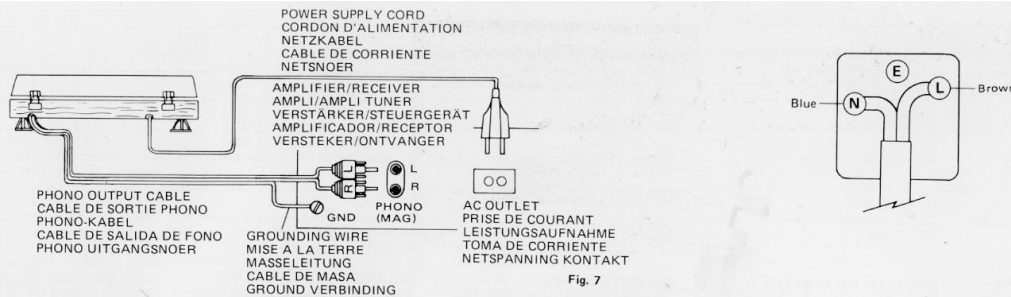

Fig. 7
The wires in this mains lead are coloured in accordance with the following code: (fig. 7)
1. Raccordez la prise rouge de votre platine au canal droit ou "R" de votre amplificateur. Raccordez la prise blanche au canal gauche ou "L" (Figure 7).
1. Verbinden Sie den roten Stecker des Anschlusskabels mit der mit R bezeichneten Eingangsbuchse Phono Ihres Vorverstärkers, Verstärkers oder Receivers. Verbinden Sie den weißen Stecker des Anschlusskabels mit der entsprechenden mit L gekennzeichneten Buchse (Bild 7).
1. Verbindt de rode plug van de platenspeler met het rechterkanaal van de PHONO-aansluitingen van de voorversterker, versterker of receiver. Verbind de witte plug met het linkerkanal (fig. 7).